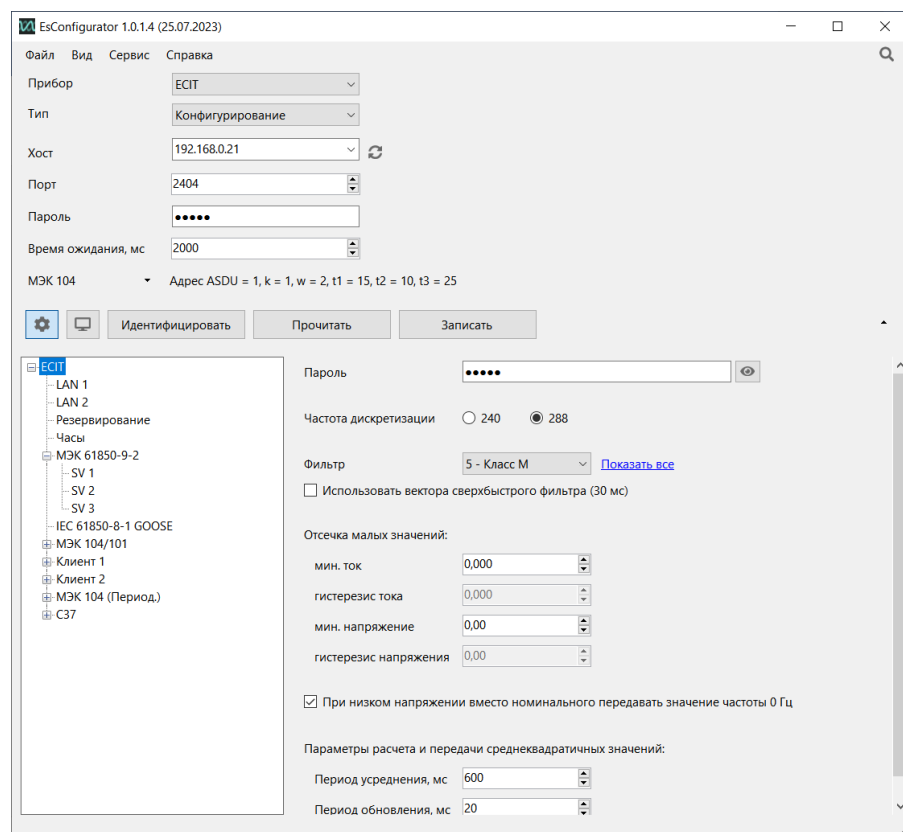

Рисунок 6.1 «ES Конфигуратор»
6.2.2 Для настройки выдачи SV-потоков на главной странице (рисунок 6.1) нужно указать частоту дискретизации 240 или 288 выборок за период. Далее перейти на вкладки SV1...SV3 для настройки параметров потока: